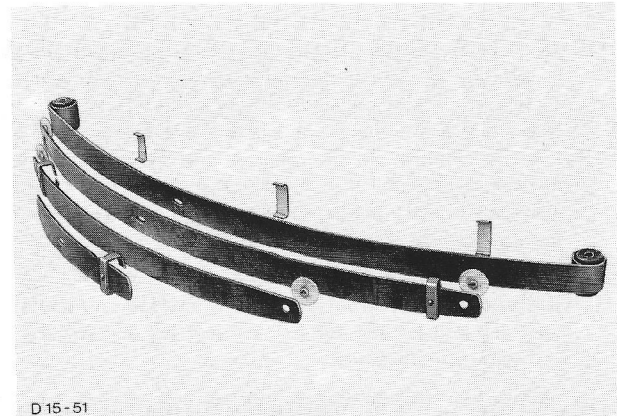

Fig.143 Achterveer, gedemonteerd.
2. Verwijder de centrale bout en laat de veer langzaam ontspannen. Neem de veerbladen van elkaar en verwijder de 4 rubbers (fig.143).
6. Leg de veerbladen en rubbers in de juiste volgorde op elkaar en centreer ze met een pen (figs.143 en 144).
8. Breng de veerklemmen (2) aan de bovenzijde van de veer aan. Controleer of de veerklemmen goed zitten en buig ze dicht.